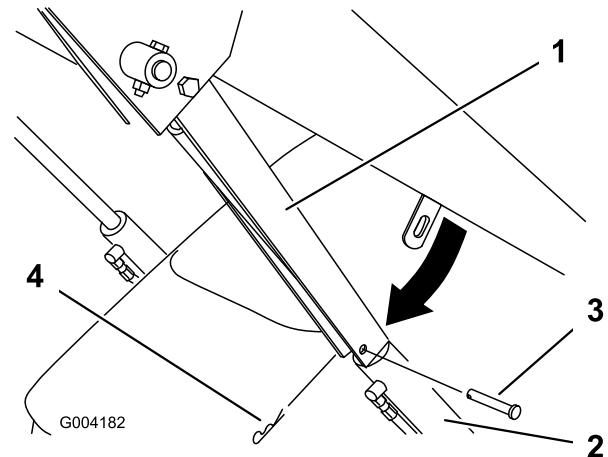

Figura 18
4. Retire la chaveta y el pasador que fijan el bloqueo del cilindro al brazo de carga (Figura 18).
5. Baje el bloqueo del cilindro sobre la barra del cilindro y fíjelo con el pasador y la chaveta (Figura 18).